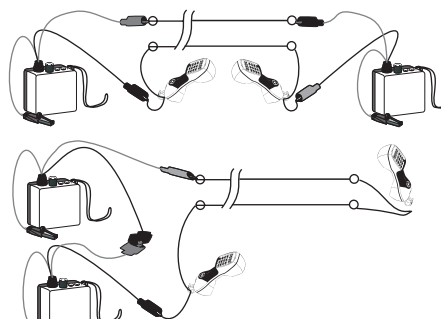

Abbildung 2. Versorgung mit Sprechstrom
*Weitere Prüfgäräte können in Reihe hinzugefügt werden (rote Klemme an schwarze Klemme), um den Sprechstrom, falls erforderlich, zu erhöhen (Abbildung 2).*